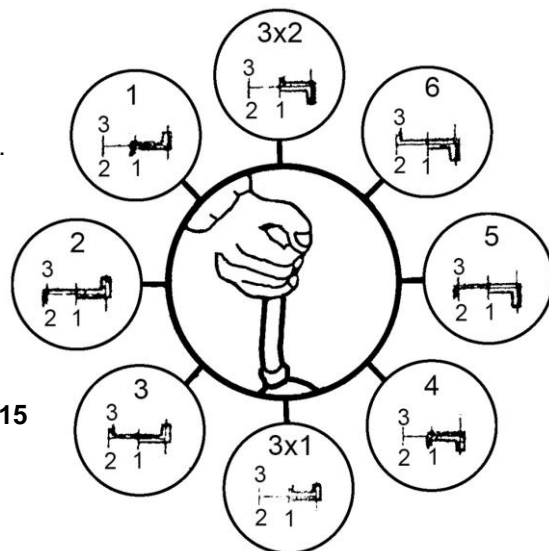

Рис. 15
- Плавно, без рывков включить выбранную передачу (См. Рис. 15), если передача не включается, возвратит рычаг переключения передач в нейтральное положение, слегка отпустить педаль муфты, и после этого снова включить требуемую передачу.